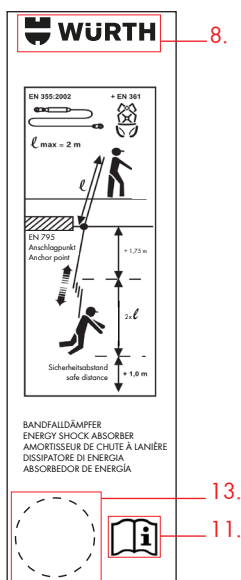

Abb. 2
Alle Anleitungen, die dem Produkt beiliegen, müssen vor der Verwendung gelesen und verstanden werden. Das dämpfende Verbindungsmittel dient in Verbindung mit einem Auffanggurt ausschließlich zur Absicherung von Personen, die während ihrer Arbeit der Gefahr eines Absturzes ausgesetzt sind (z.B. auf Leitern, Dächern, Gerüsten, usw.). Das Produkt darf nur von Personen benutzt werden, die in der korrekten Benutzung unterwiesen wurde und die entsprechenden Kenntnisse besitzt. Das Gesamtsystem ist nur für die Benutzung einer Person ausgelegt. Außerdem muss immer ein Rettungsplan vorhanden sein, bei dem alle möglichen Notfälle berücksichtigt sind. Bestandteile eines vollständigen Systems dürfen nicht einzeln verwendet oder durch andere evtl. nicht zertifizierte Produkte ersetzt werden. Dient das System dem Auffangzweck, so muss dieses mit einem Mittel (z.B. Bandfalldämpfer) ausgestattet werden, das die maximalen dynamischen Kräfte bei einem Auffangvorgang auf höchstens 6 kN begrenzt. Ein Verbindungsmittel (z.B. nach EN 354) darf nur zu Auffangzwecken benutzt werden, wenn zusätzlich ein Falldämpfer nach EN 355 verwendet wird. Funktion: Der integrierte Dämpfer begrenzt die bei einem Absturz entstehende Energie auf ein körperverträgliches Maß durch Längenänderung (vgl. Δl , Abb. 2+3). Das Verbindungsmittel ist nach einer Sturzbelastung nicht mehr verwendbar!
- Für die Berechnung der erforderlichen lichten Höhe (H_{li}) unterhalb der Kante sind die Angaben unter 4.3 und Abb. 2 zu beachten.